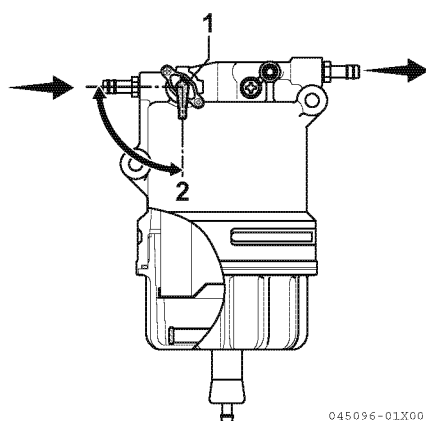

Figure 1
2. Vérifiez la soupape de carburant du séparateur d'eau (1, Figure 1) est en position MARCHÉ (2, Figure 1).